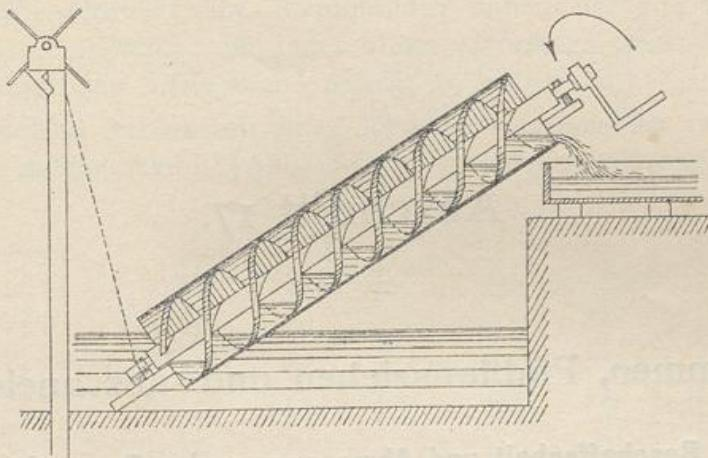

Abb. 178.
**4. Die Wasserschnecke** (Abb. 178). Sie besteht aus einem Zylinder (Trommel), in welchem sich eine feste Achse oder Spindel befindet. Um die Spindel, an diese und an die Trommel anschließend,